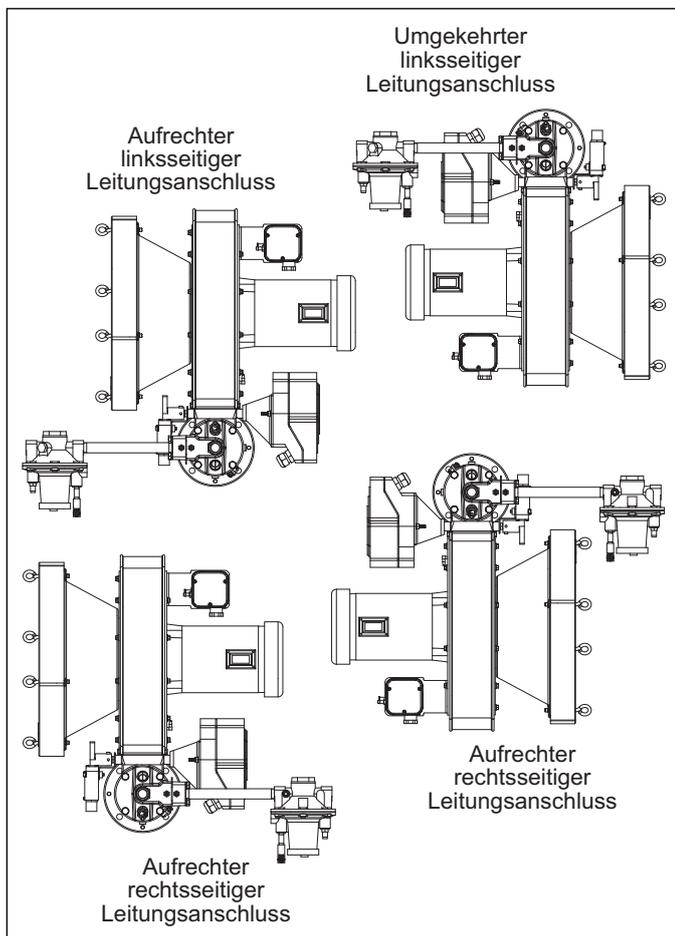

Figure 3.1. Configuration Selection and Motor Orientation Choice
- **Art des Brennstoffs:** Schwankungen des Brennwertes, der Dichte und des WOBBE-Index wirken sich auf die Brennerleistung aus. Wenn einer dieser Parameter um mehr als $\pm 5\%$ von Abbildung 3.1 abweicht, wenden Sie sich an Eclipse, damit die Tauglichkeit des Brennstoffs geprüft werden kann. Leistungsdaten, Abmessungen und Spezifikationen werden für jeden RatioAir-Brenner auf den Datenblättern 115-1 bis 115-11 angegeben.